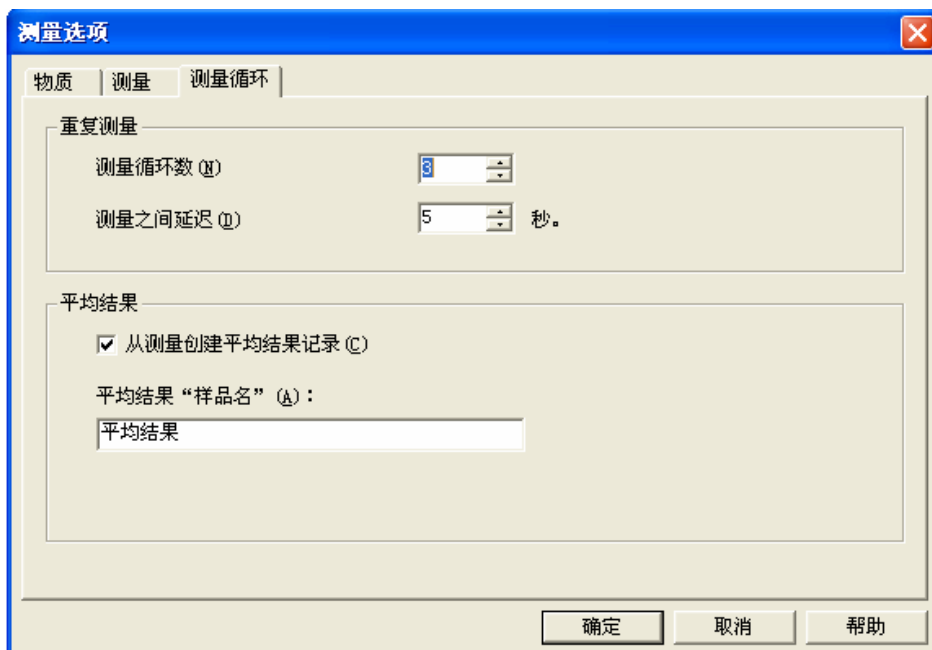

图 D.6 测量选项对话框 3：测量循环对话框
8. 点击**下一步**，进入**测量循环**窗体，其选项与设置方法参看图 D.6 和**测量选项 3：测量选循环项卡**中的选项说明。同时可进行冲洗模式的选择，建议选择默认。